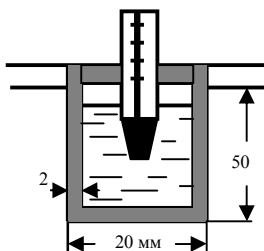

Рис. 2
5. Температура плавиковой кислоты, проходящей по трубопроводу, измеряется термометром, помещенным во фторопластовую цилиндрическую гильзу, заполненную маслом (рис. 2). Термометр показывает температуру $t_r = 29,5 \text{ }^{\circ}\text{C}$.